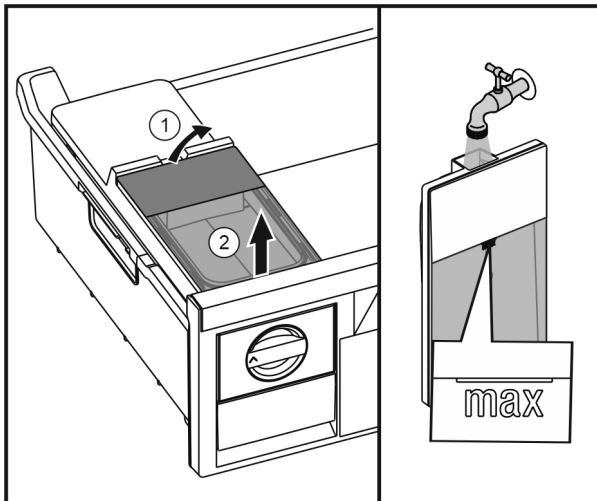

Fig. 26
- Sollevare il serbatoio dell'acqua da dietro Fig. 26 (1) e rimuoverlo sollevandolo Fig. 26 (2).